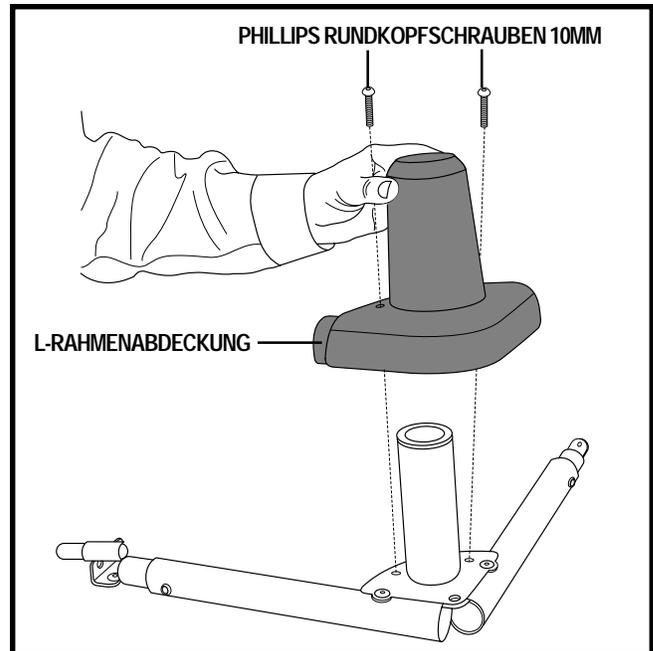

Abbildung 10. L-Rahmenabdeckung
7. Setzen Sie die L-Rahmenabdeckung auf das Rahmengestell und sichern Sie es durch die mitgelieferten Schrauben. **Siehe Abb. 10.**